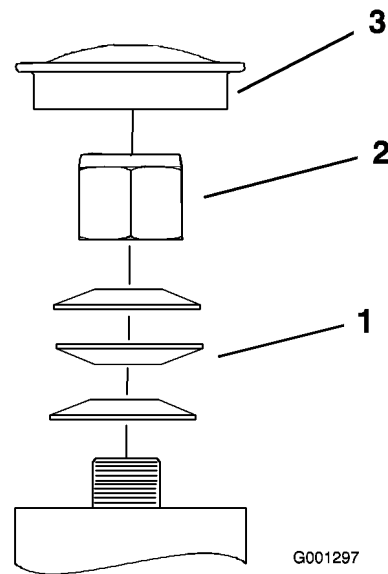

Figure 43
3. Retirez le capuchon anti-poussière de la roue pivotante et serrez le contre-écrou (Figure 43).
4. Continuez de le serrer jusqu'à ce que les rondelles élastiques soient aplaties, puis desserrez-le de 1/4 de tour pour obtenir la précharge correcte des roulements (Figure 43).
Important: Veillez à placer les rondelles comme illustré (Figure 43).
5. Remettez le capuchon anti-poussière en place (Figure 43).